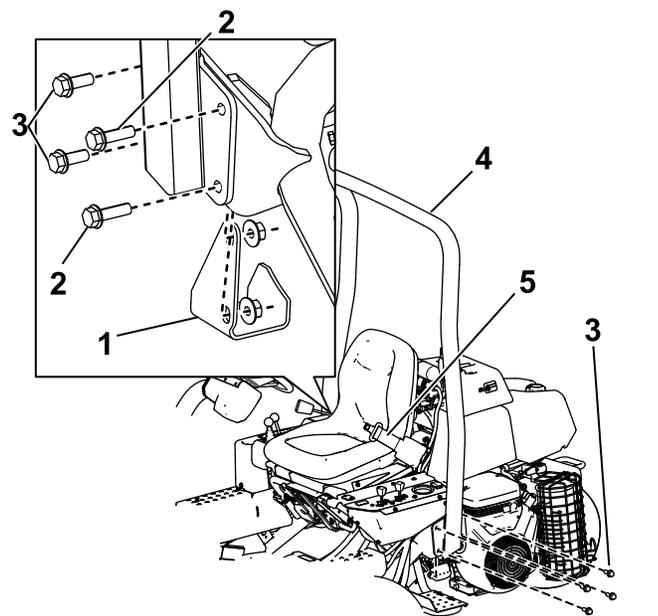

Рисунок 6
2. Опустите защитную дугу (Рисунок 6) на монтажные кронштейны, совместив монтажные отверстия.
3. Прикрепите левую сторону защитной дуги к монтажному кронштейну с помощью 4 болтов (1/2 x 1-1/2 дюйма) и контргаяк (Рисунок 6).
5. Прикрепите правую сторону защитной дуги и ранее снятую опорную плиту домкрата к монтажному кронштейну при помощи 2 болтов (1/2 x 1-1/2 дюйма), 2 болтов (1/2 x 1-3/4 дюйма) и контргаяк, как показано на Рисунок 6.